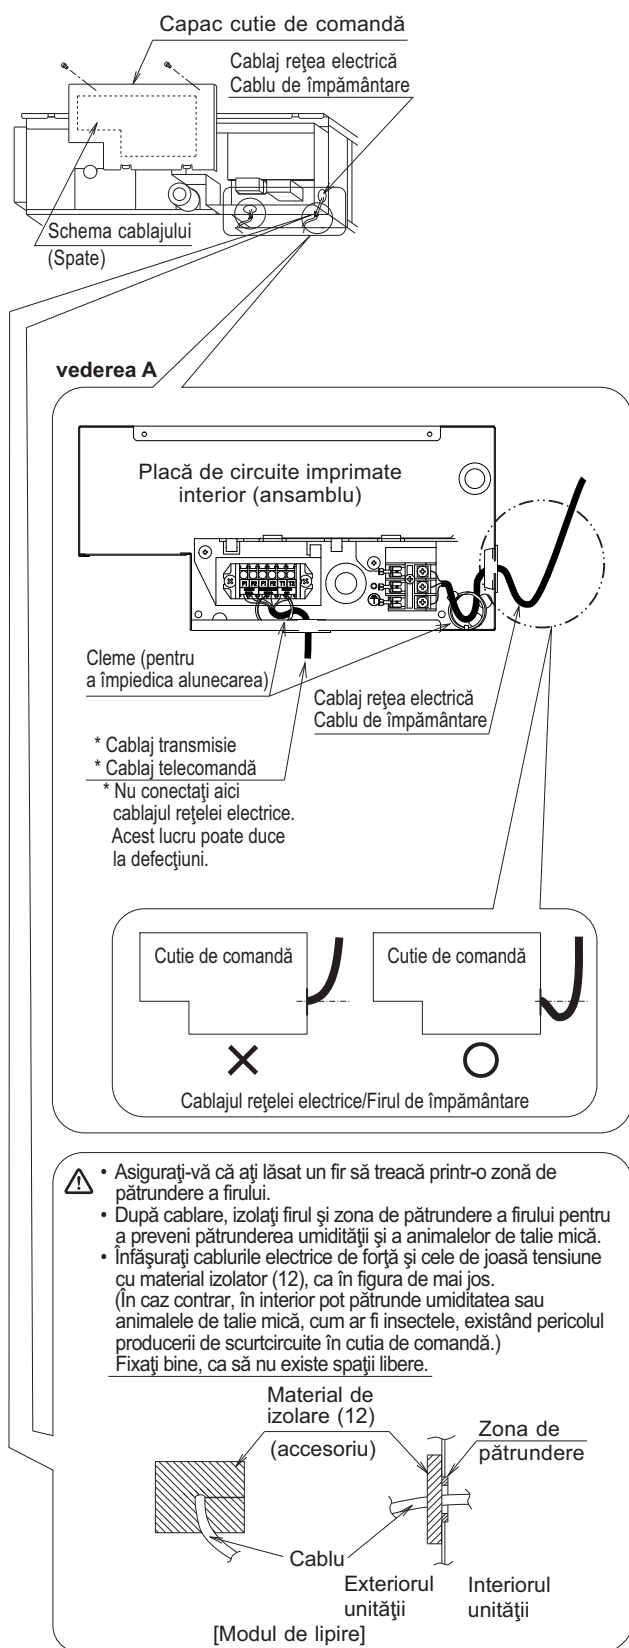

Fig. 17
Fixați strâns cablul cu clemele oferite (9)(10) ca accesorii așa cum este prezentat în Fig. 17 astfel încât zonele de conexiune să nu fie supuse unor solicitări mecanice.
- Cablați doar după îndepărtarea capacului cutiei de control așa cum este prezentat în Fig. 17, cu referire la vederea A.